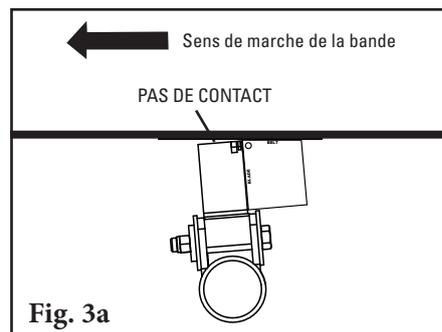
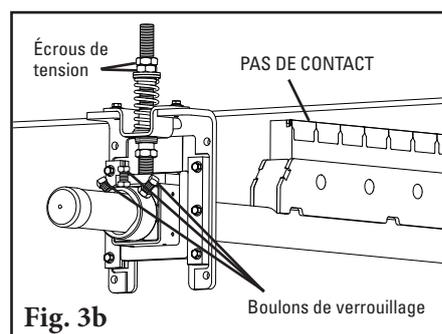

Fig. 3a
Fig. 3b
- Réglez l'angle de la lame.** Centrez l'axe/les lames sur la bande. Faites tourner l'axe jusqu'à ce que la lame soit inclinée de 5° à l'aide du gabarit de réglage fourni (Fig. 3a). Serrez les trois boulons de verrouillage sur chaque montage de l'axe de torsion pour fixer l'axe en place. La meilleure pratique consiste à serrer le boulon central avant de serrer les boulons extérieurs pour s'assurer que tout soit fixé (Fig. 3b). Lors du blocage de l'axe, veillez à ce que les lames ne touchent pas la bande. En cas de contact, vérifiez à nouveau la dimension mesurée à l'étape 1.